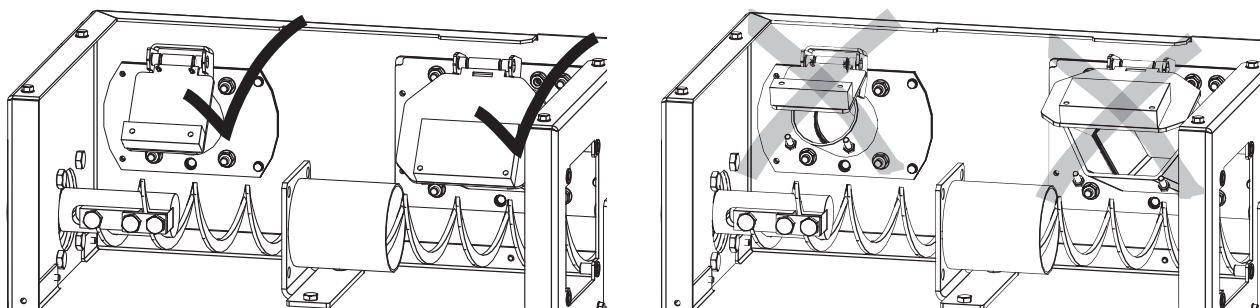

Fig. 78 Ascheraum bei Sammelbehälter komplett ausgesaugen, Klappen müssen anliegen
- ▶ Ascheraum bei Sammelbehälter komplett aussaugen. Die beiden Klappen (Fig. 78) müssen nach dem Ausaugen komplett anliegen, damit keine Falschluf angesaugt werden kann.